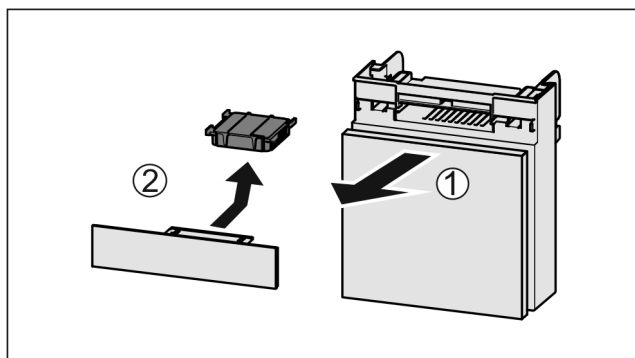

Fig. 136
- Lade vanaf de voorkant eruit trekken Fig. 136 (1).
- Actiefkoolfilter verwijderen Fig. 136 (2).